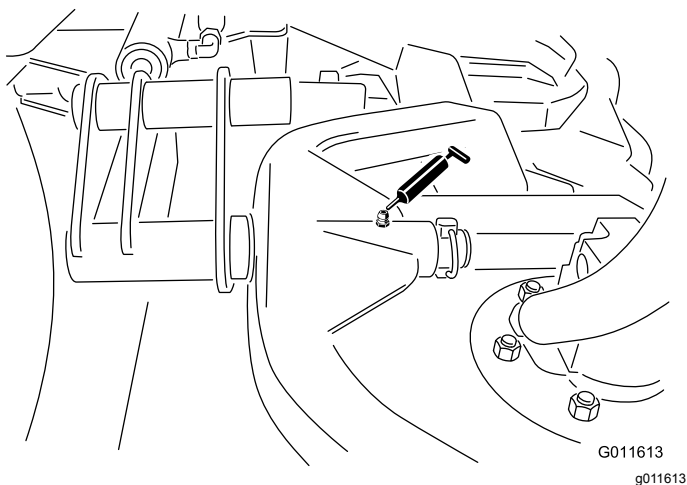

Bild 49
- Mähwerkträgerrahmen und Drehzapfen (1 Stück) (Bild 49)